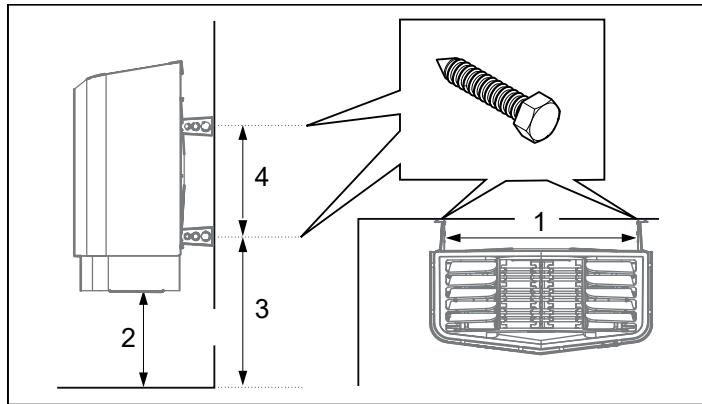

Рисунок 12: Размеры
- Разместите винты для кронштейнов согласно указанным размерам (Рис. 12).